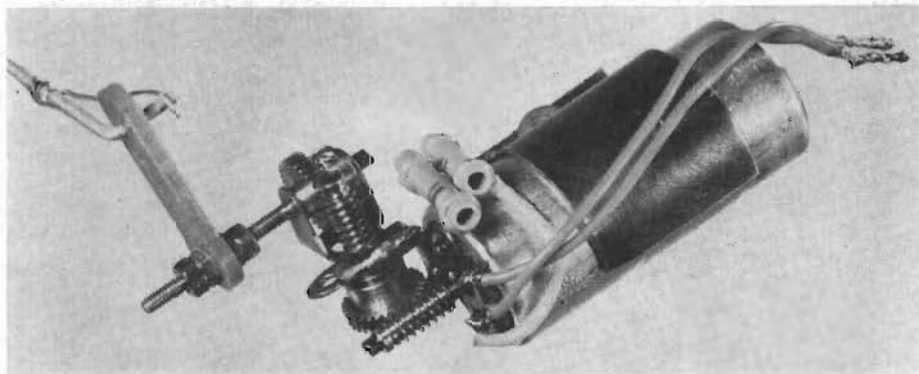
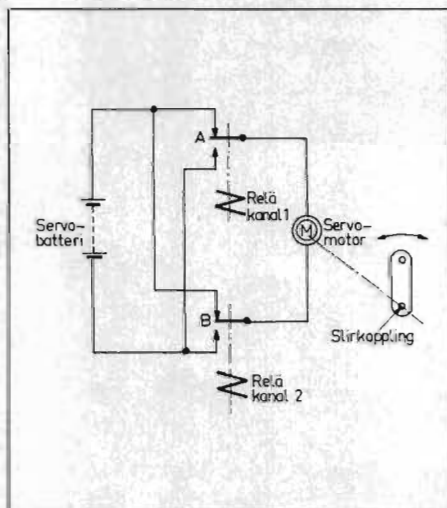
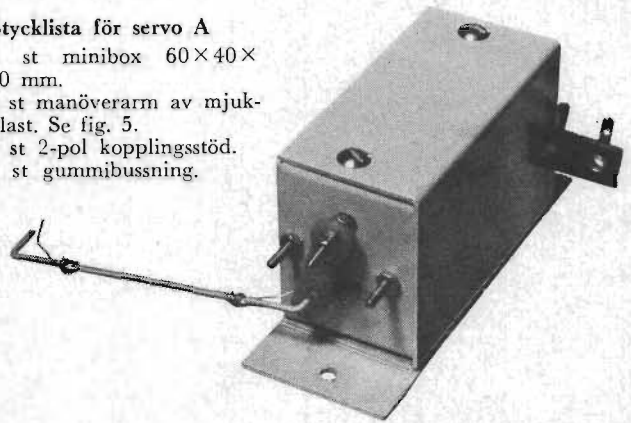
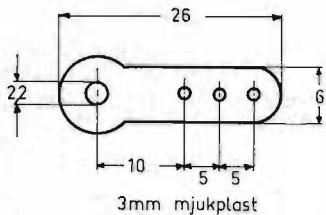

Fig. 1. Den s. k. grundenheten för de beskrivna servoanordningarna.
Fig. 2. Principschema för anordning med kontinuerlig roderstyrning med två kanaler. Detta förfarande gör att motorn kan stannas i vilket läge som helst.
Fig. 4. Servo A för roderstyrning utgörs av grundenheten i fig. 1 som monterats i en minibox.
Fig. 5. Mått för hävarmen i roderservot som påverkar en till rodret kopplad dragstäng.
Hörnstenen i de servosystem som kommer att beskrivas i detta avsnitt är den s. k. grundenheten, se fig. 1. Denna består av en motor till vilken en eller två snäckväxlar är kopplade. Vardera växeln har utväxlingsförhållandet 1:30. När två seriekopplade växlar används får man utväxlingsförhållandet 1:900. Utgående axeln, på vilken en hemtillverkad slirkoppling anbragts, gör då ett varv på 10–15 sek. Tack vare denna koppling bortfaller relativt komplicerade anordningar med gränslägesströmbrytare. Snäckväxlarna har limmats på motorn med ett härdlim. Då motoraxelns diameter är 1,5 mm och hålet i snäckdrevet 2,0 mm har ett mässingsrör med ytterdiameter 2,0 mm och innerdiameter 1,5 mm måst trädas på axeln. Röret är limmat. Påpekas bör att limmet skall användas sparsamt, då annars motoraxeln kan bli limmad i själva motorn. Motorerna har försetts med störningsskydd. Detta har åstadkommit genom att ett par kondensa-
- 1 st manöverarm av mjukplast. Se fig. 5.
Vid montering av dubbel snäckväxel måste ena växelns fästvinkel klippas av. Se fig. 1. Snäckväxlarna är då sammanfogade genom lödning. Grundenheten har ingen s. k. bottenplatta, men när sådan används limmas motorn fast på denna.
Servo A, som är avsett för tvåkanalmanövrering, se fig. 2, användes för roderstyrning, men kan även användas för förgasartrotting m. m. Se fig. 4. Detta servo är identiskt med grundenheten i fig. 1 med undantag av att den byggts in i en minibox med måtten 60×40×30 mm. Vid servots utgående axel har två M2x10-skrivar monterats för att manöverarmens rörelse skall begränsas. Armen, se fig. 5, är kopplad till en dragstäng som påverkar rodret. En platta av 1 mm kryssfaner har limmats på miniboxen för att underlätta montering i modellen. Ledningarna till servomotorn har förts in genom ett hål i miniboxens bakre gavel. Hålet är försett med en gummibussning. Ledningarna är lödda i ett kopplingsstöd som monterats på samma gavel. Se fig. 4. En fästbygel används för montering av motorn i miniboxen. Se fig. 1.
ring, se fig. 2, användes för roderstyrning, men kan även användas för förgasartrotting m. m. Se fig. 4. Detta servo är identiskt med grundenheten i fig. 1 med undantag av att den byggts in i en minibox med måtten 60×40×30 mm. Vid servots utgående axel har två M2x10-skrivar monterats för att manöverarmens rörelse skall begränsas. Armen, se fig. 5, är kopplad till en dragstäng som påverkar rodret. En platta av 1 mm kryssfaner har limmats på miniboxen för att underlätta montering i modellen. Ledningarna till servomotorn har förts in genom ett hål i miniboxens bakre gavel. Hålet är försett med en gummibussning. Ledningarna är lödda i ett kopplingsstöd som monterats på samma gavel. Se fig. 4. En fästbygel används för montering av motorn i miniboxen. Se fig. 1.